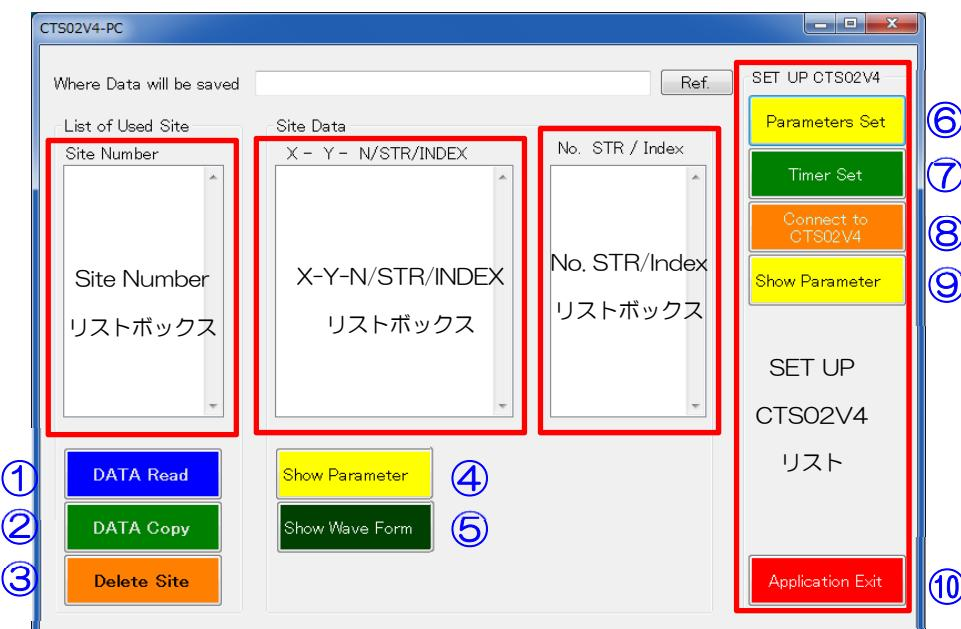

図 5.1-1 起動時の初期画面
- 起動時の初期画面(図 5.1-1)は下記の通りです。
- CTS-O2V4-PC 初期画面(図 5.1-1)で【Parameters Set】⑥ボタンを押します。